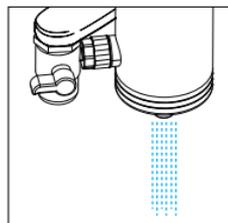

Figure 1.2
- 4 Basculez le levier en position horizontale et faites couler de l'eau dans le système légèrement. Rincez-le pendant 3 minutes lors de la première utilisation. [Figure 1.2]